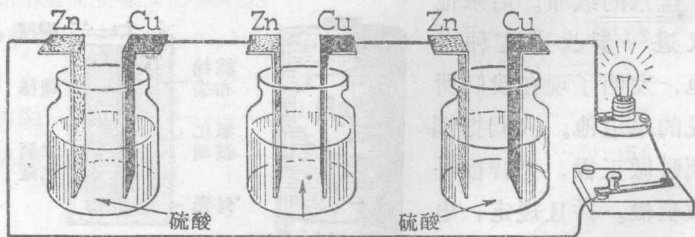

图 3 用三只单电池点亮一个小电珠
了便于辨别电极的极性，正极经常漆成红色，负极漆成黑色。电池里的液体，在电流流动时会分解。这种液体叫电解质。如果用三个这样的电池，象图 3 那样，把前面一个电池的铜极板与后面一个电池的锌极板连接起来，就能点亮手电筒里的电珠。
2. 找几个废电池，从里面取出三根碳棒，从锌壳上剪下三块差不多大小的锌片。取三个玻璃瓶，每个瓶里放一根碳棒和一块锌。瓶里灌入氯化铵溶液。这样就做成了三个单电池。将这些电池和一个开关、一个电珠照图 3 那样连接起来。合上开关，注意电珠和极板。碳棒上发生了什么？现在把开关拉开，取出碳棒，把它们分别插入三袋装有二氧化锰的布袋中去，然后连布袋放回原瓶，观察一下电珠发光是否比较稳定？为什么？